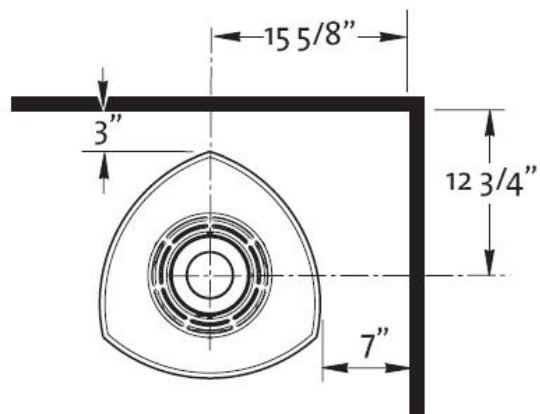

Figure 5. Dégagement des murs parallèles ou non.
- EXIGENCES D'ÉTANCHÉITÉ DES RACCORDS DE TUYAU : APPLIQUEZ UN JOINT DE 1/8 PO DE SCELLANT HAUTE TEMPÉRATURE OU MIL-PAC® À LA SECTION MÂLE DU TUYAU D'ÉVACUATION INTERNE. LE SCELLANT DOIT FORMER UN JOINT D'ÉTANCHÉITÉ ENTRE LES TUYAUX INTERNE ET EXTERNE (VOIR FIG. 5). VOIR LES INSTRUCTIONS DU FABRICANT DE CONDUIT D'ÉVACUATION.